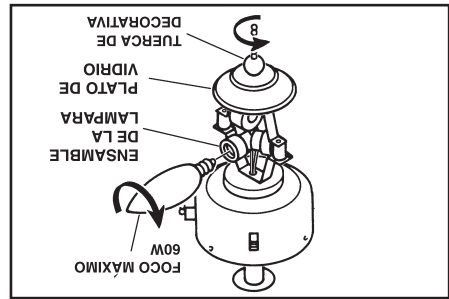

FIG. 20
Paso 5. Quite la tuerca decorativa, tuerca, rondana de metal, y rondana de vidrio sobre el ensamble de la lampara. (Fig. 20)